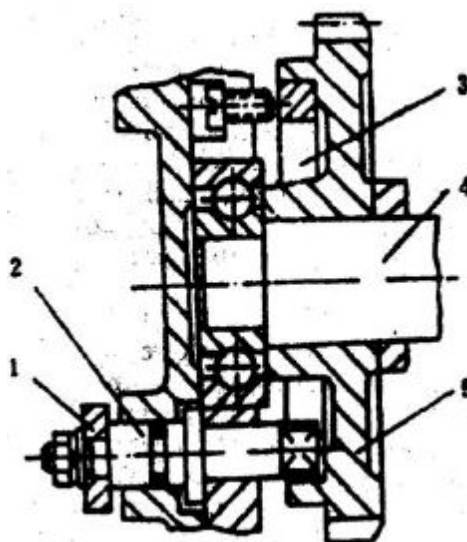

Рис. 7. Тормоз
Используется тормоз кольцевой формы с внутренними колодками. Его конструкция показана на Рис. 7.
- (2) По мере износа фрикционного диска зазор между выжимным подшипником и расцепляющим рычагом может увеличиваться. В этом случае потребуется переместить рукоятку тормоза/сцепления в положение «включено». Если зазор между выжимным подшипником и расцепляющим рычагом увеличился, необходимо отрегулировать положение шестигранной гайки на винтовом штоке таким образом, чтобы зазор не превышал диапазон от 0,3 до 0,5 мм (Рис. 7). Зазор между головками трёх расцепляющих рычагов и выжимным подшипником должен быть одинаковым. Величину зазора можно измерять с помощью щупа, используемого для регулировки впускного и выпускного клапанов двигателя. После завершения процедуры регулировки, затяните стопорную гайку.